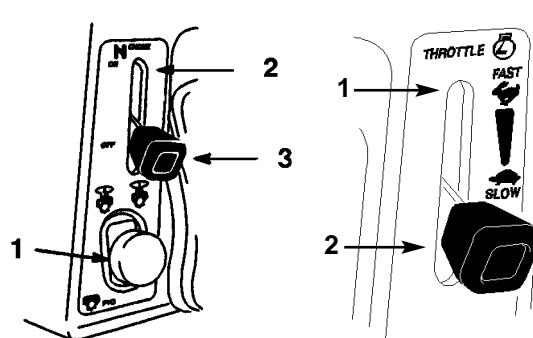

Fig. 4
3. Spingete la leva della presa di forza su "OFF" (Fig. 4)
4. Spostate la leva dell'arricchitore in posizione "ON" (Fig. 4)